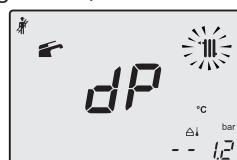

Figura 9.25
- Premendo ulteriormente il tasto 19 è possibile variare nuovamente la potenza in modalità spazzacamino: con visualizzazione sul display LCD delle lettere **dP** che si alternano con il valore di temperatura dell'acqua di riscaldamento (es. **60**), siamo in "funzione spazzacamino" alla potenza massima in sanitario" (Figura 9.25).